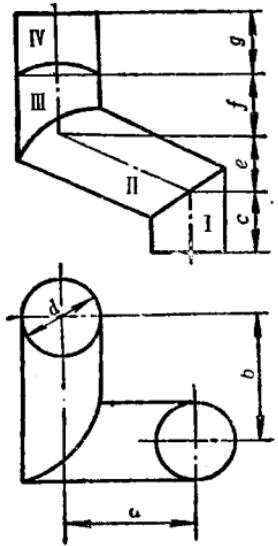

图 3
3. 等径圆管四节蛇形弯构件，如图 3 所示。已知板厚处理后尺寸 $a = 44\text{mm}$ ， $b = 44\text{mm}$ ， $c = 22\text{mm}$ ， $d = 24\text{mm}$ ， $e = 20\text{mm}$ ， $f = 20\text{mm}$ ， $g = 22\text{mm}$ ，求构件各节展开图。